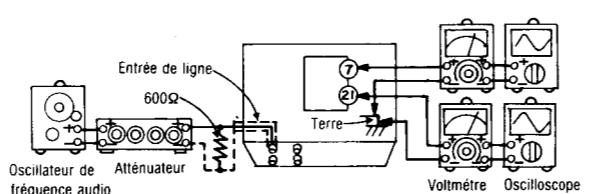

Fig. 12
- Le raccordement de L'équipement d'essai est montré à la Fig. 12.
- Régler avec l'atténuateur de telle sorte que la puissance de sortie entre la borne ⑦ de IC401 (canal de gauche) [IC402 (canal de droite)] et la masse soit de 12,3mV.